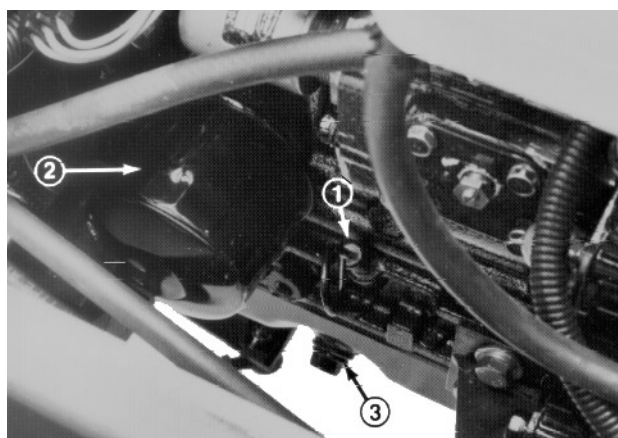
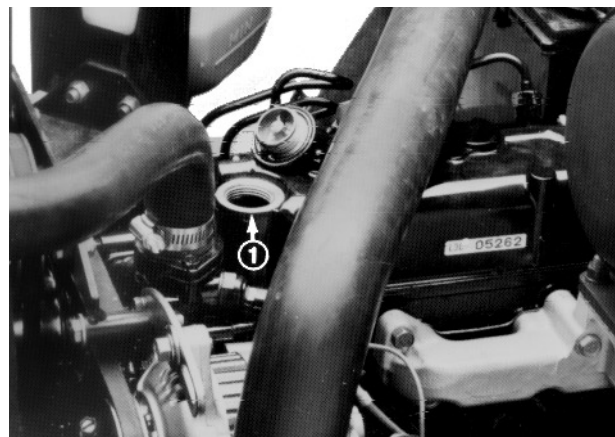

Fig. 1
Fig. 2
3. Rimuovere l'asta di misurazione del livello dell'olio, asciugarla con un panno pulito e reinserirla a fondo. Estrarla di nuovo e verificare il livello dell'olio (Fig. 1); se è basso, togliere il tappo di riempimento e rabboccare fino alla tacca di pieno (FULL) sull'asta. Non riempire troppo (Fig. 2).